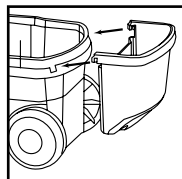

FIGURA 13
18. Con la parte posterior del depósito mirando hacia usted, tome la cesta de accesorios y colóquela con las lengüetas mirando hacia la parte posterior del depósito. **FIGURA 13.**